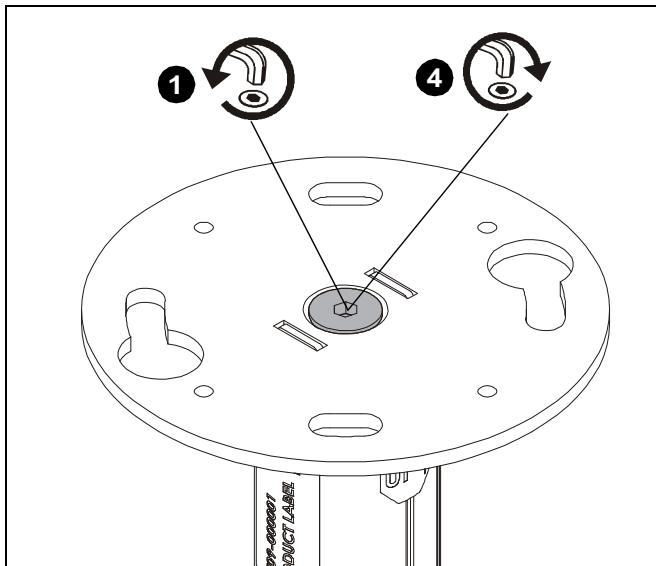

Abb. 1
1. Lösen Sie die Schraube auf der KITE-Serien-Halterung (E), indem Sie die Schraube 1-2 mal komplett herumdrehen. (siehe Abb. 1)
4. Ziehen Sie die Schraube auf der KITE-Serien-Halterung (E) fest. (siehe Abb. 1)